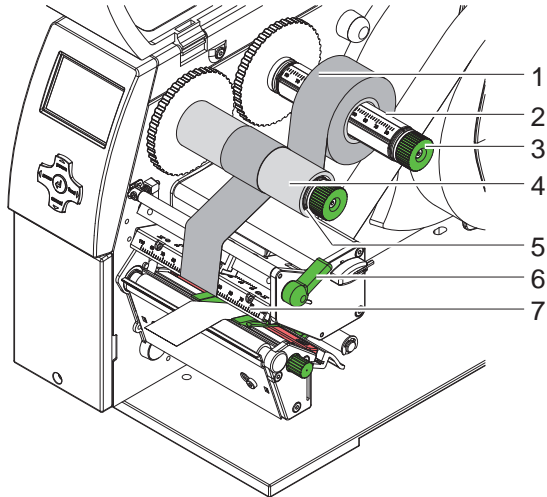

图 10 碳带安装
8. 将碳带放在回收轴中间，并以胶带固定，并确认碳带回收轴的安装方向与图10相同 ；